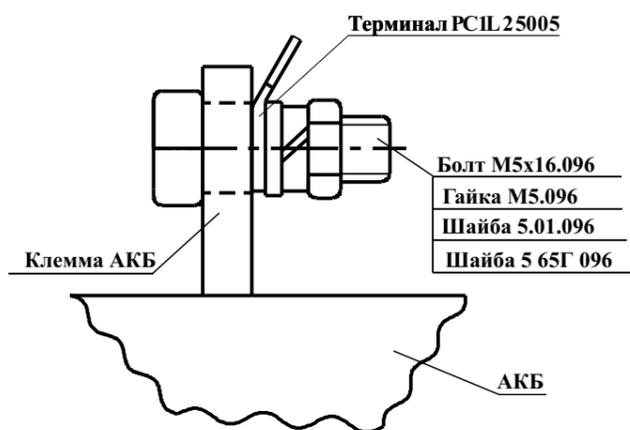

Рисунок 2
Подключить две АКБ в соответствии с маркировкой клемм источника: красный провод подключить к клемме «+АКБ», провод другого цвета – к клемме «-АКБ». Подключение источника к АКБ 17 А·ч и 40 А·ч производится через терминал (см. рисунок 2), входящий в комплект поставки источника.
8.2 При отсутствии АКБ измерение напряжения на выводах для подключения АКБ (см. рисунок 2) является некорректным и его величина не регламентируется. Напряжение ниже 10 В не считается неисправностью.